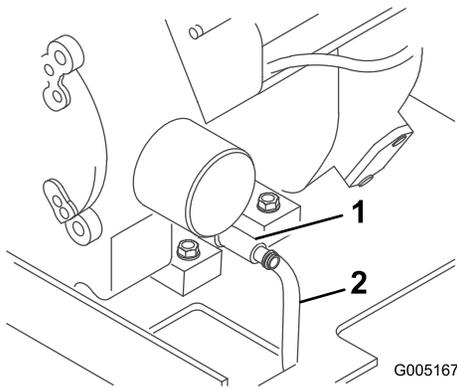

Figura 26
4. Coloque un extremo de la manguera en la válvula de drenaje y el otro extremo en un recipiente (Figura 26).
5. Abra la válvula de drenaje girándola en sentido antihorario y tirando de ella hacia fuera mientras la gira (Figura 26).